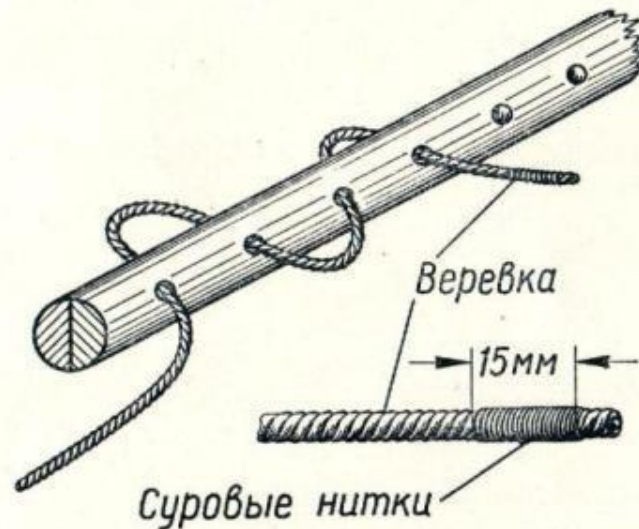

Рис. 13. Способ прочного соединения верёвки с палкой
11. Верёвки (вожжи) длиной в 4 м и толщиной в 6—7 мм делаются из любой верёвки или бечевы, лишь бы она выдерживала разрывное усилие в 150—200 кг. Концы верёвки на 15—20 мм надо туго замотать крепкой суровой ниткой, тогда их легко можно просунуть в отверстия палок и, натянув верёвку, закрепить её, не привязывая к палке (рис. 13).